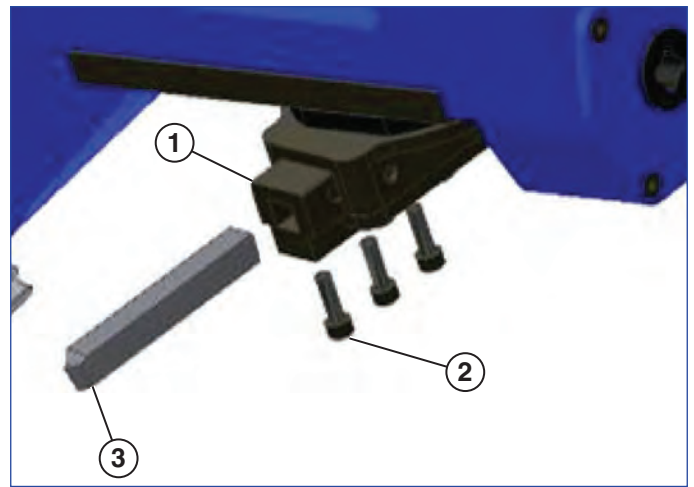

图 7
5. 将刀头安装到刀架中（见图 7）。确保刀刃背对刀头螺钉。定位刀头，使其伸出刀架底部约 $12.7 \text{ mm} - 19.05 \text{ mm}$ ($0.5'' - 0.75''$)；拧紧 3 个刀头固定螺钉。